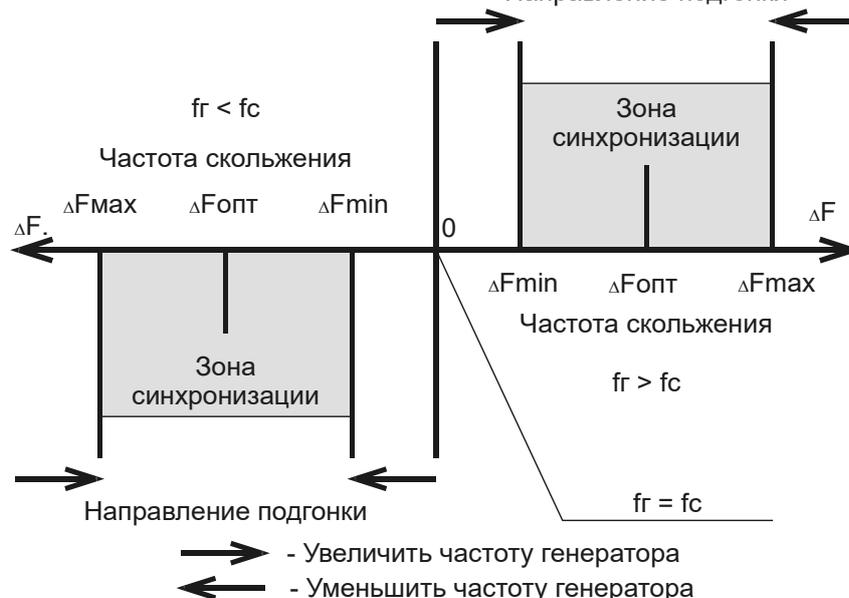

Рис. 1. Диаграмма работы узла подгонки частоты генератора.
1.4.1.1 Структурная схема синхронизатора приведена на рис. 1 приложения.